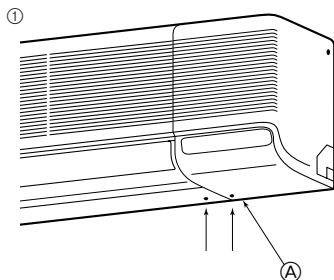

Fig. 3-6
1) Tuyautage arrière, droit et inférieur (Fig. 3-6)
- ① Déposer le panneau latéral droit.
- ① Déposer le panneau latéral.